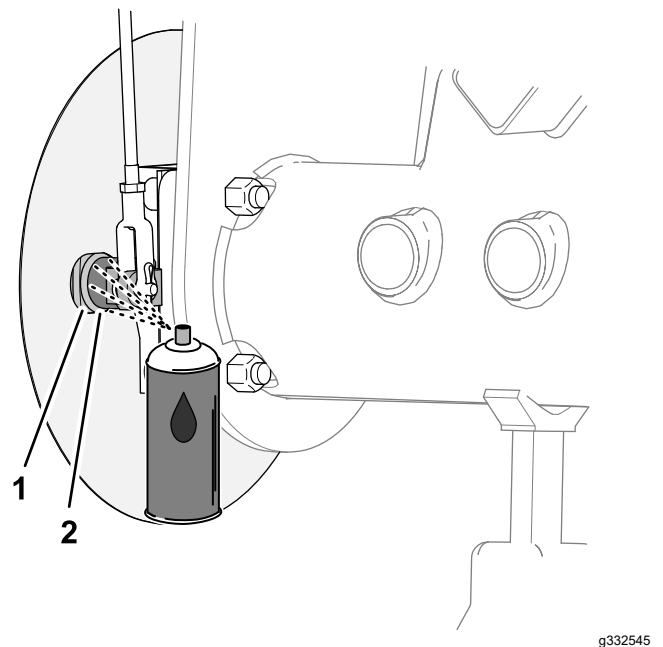
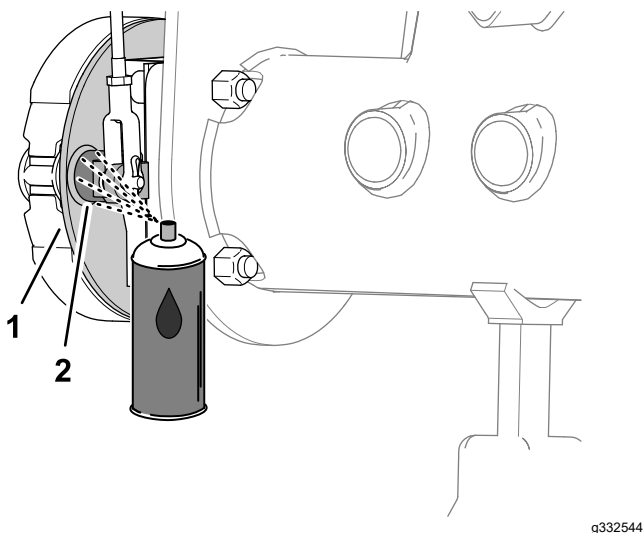

図 80
図 79
1. ブレーキのバッキングプレートの機体中心側ガラスシールド非装着車の場合または、ホイールシールドの機体中心側ガラスシールド装着車の場合に、ブレーキのカムシャフトとバッキングプレートとの間に浸潤性のオイルをスプレーする 図 79または 図 80。